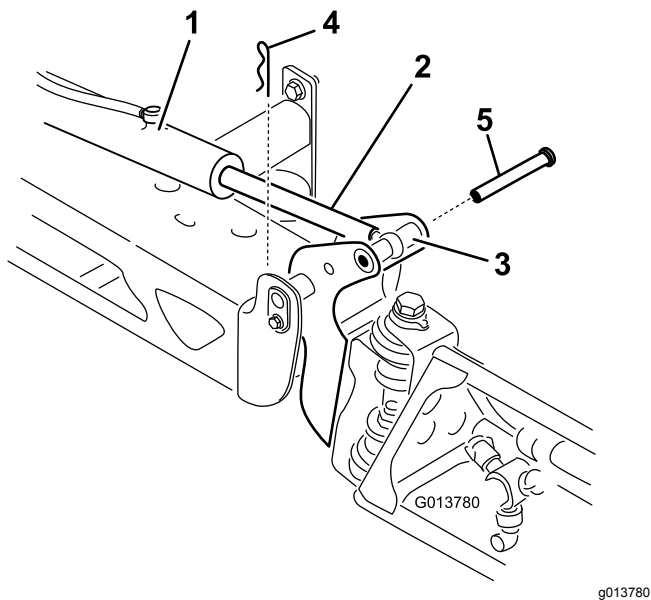

図 64
2. ピボットピンからコッターピンを抜き取る 図 64。
3. ブームを持ち上げて、ピンを外す (図 64)。ブームをゆっくりと床まで降下させる。
8. ブームを持ち上げて、ピボットをアクチュエータロッドに整列させる。ブームを支えながら、ブームのピボットとアクチュエータロッドにピンを通す (図 64)。